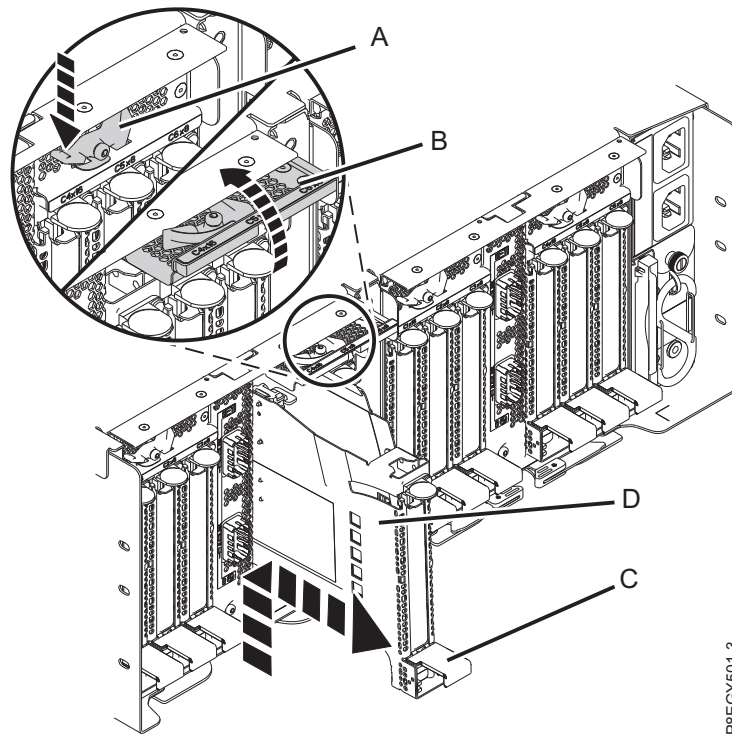

Figura 63. Extracción de una casete del adaptador PCIe del cajón de expansión PCIe3
3. Presione la palanca del mecanismo de cierre **(A)** de la ranura de destino, como se muestra en la Figura 63 en la página 61. Esta acción hará girar la puerta del mecanismo de cierre hacia arriba hasta la posición de abierto. Vea **(B)** en la Figura 63 en la página 61.
4. Levante el asa de la casete (C) y tire de la casete (D) para sacarla de la ranura, como se muestra en la Figura 63.